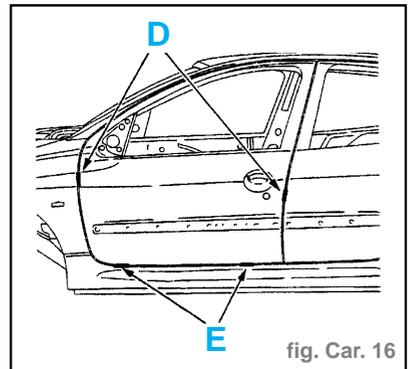

fig. Car. 16
- Fermer la porte et contrôler les jeux (fig. Car. 16) :
- hauteur (E) = 5 ± 2 mm
- jeux (D) = 5 ± 1,5 mm